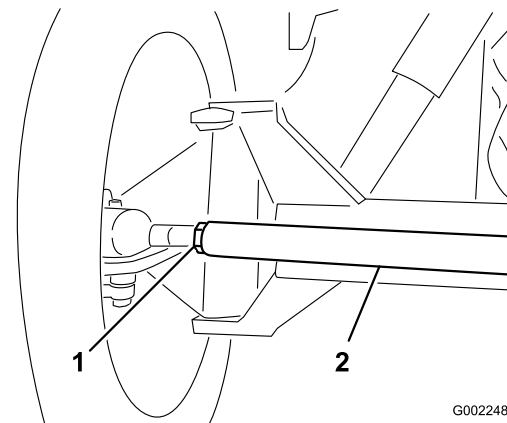

Figure 53
3. Si les mesures sont hors spécifications, desserrez les écrous de blocage aux deux extrémités de la biellette (Figure 53).